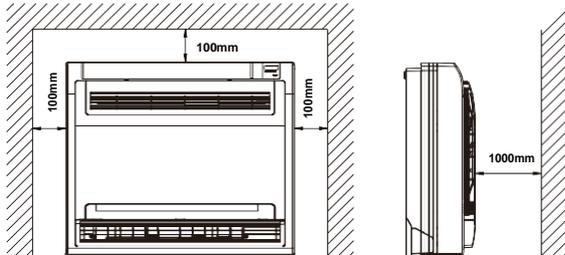

Abb. 50-2
- Es ist ausreichend Platz für die Installation und Wartung (Siehe Abb. 50-2 & Abb. 50-3) Auslass und